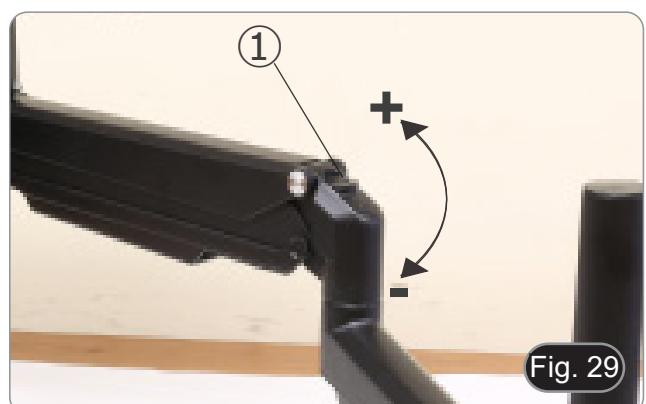

Fig. 29
1. À l'aide d'une clé Allen de 6 mm (P), serrez la vis de ① pour augmenter la résistance du support du bras horizontal. (Fig. 29)